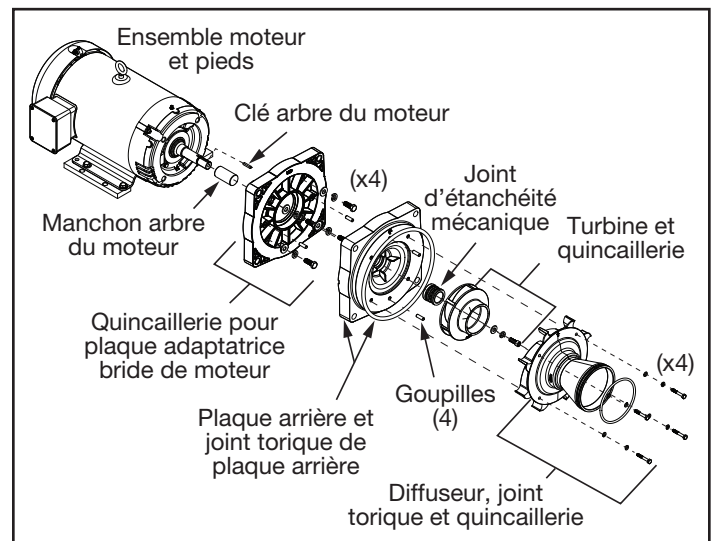

Figure 14. Retirer le joint mécanique, la turbine, le diffuseur et les accessoires du moteur
10. À l'aide d'une clé 7/16, desserrer les quatre (4) vis hexagonales fixant le diffuseur à la plaque arrière. Retirer délicatement le diffuseur et retirer le joint torique du diffuseur. Reportez-vous à la Figure 14.
16. Pour les moteurs avec un châssis NEMA 182-184 JM, utiliser une clé à douille 9/16 po pour desserrer les quatre (4) vis hexagonales fixant la plaque d'adaptation de bride du moteur au moteur. Pour les cadres NEMA 213-215 JM, utiliser une clé à douille 3/4 po. Retirer délicatement la plaque d'adaptation de la bride du moteur en évitant tout impact sur l'arbre du moteur et mettre de côté. Reportez-vous à la Figure 14.